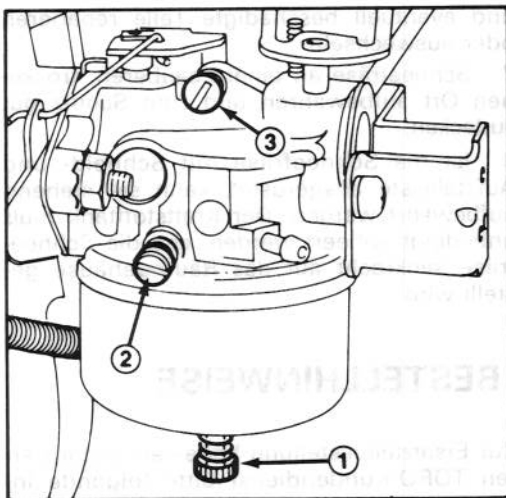

Abbildung 32
2. Haupteinstellschraube (Abb. 32) — Die Schraube vorsichtig nach rechts eindrehen, bis leichter Widerstand spürbar ist. Dann die Schraube wieder um eine ganze Umdrehung — 360° — nach links herausdrehen.
3. Leerlauf Luftschraube (Abb. 32) — Die Schraube vorsichtig nach rechts eindrehen, bis leichter Widerstand spürbar ist. Dann die Schraube wieder um 1 1/2 Umdrehungen nach links herausdrehen.
5. Die Haupteinstellschraube (Abb. 32) um jeweils 1/8 Gang nach rechts eindrehen, bis der Motor infolge magerer Gemischeinstellung zu stottern beginnt. Dann die Schraube um jeweils 1/8 Gang nach links herausdrehen, bis der Motor infolge fetter Gemischeinstellung ungleichmäßig zu laufen beginnt. Nun die Haupteinstellschraube wieder bis zum mittleren Punkt zwischen fetter und magerer Einstellung nach rechts eindrehen.
6. Die Drossel auf LANGSAM stellen und dann die Leerlauf Einstellschraube (Abb. 32) so einstellen, daß der Motor schnellen Leerlauf hat (1750 U/Min).
7. Die Leerlauf Luftschraube (Abb. 32) um jeweils 1/8 Gang nach rechts eindrehen, bis der Motor infolge magerer Gemischeinstellung zu stottern beginnt. Dann die Schraube um jeweils 1/8 Gang nach links herausdrehen, bis der Motor infolge fetter Gemischeinstellung ungleichmäßig läuft. Nun die Leerlauf Luftschraube wieder bis zum mittleren Punkt zwischen fetter und magerer Einstellung nach rechts eindrehen.
8. Die Leerlauf Einstellschraube (Abb. 32) wieder verdrehen, bis der Motor mit 1750 U/min im Leerlauf läuft.